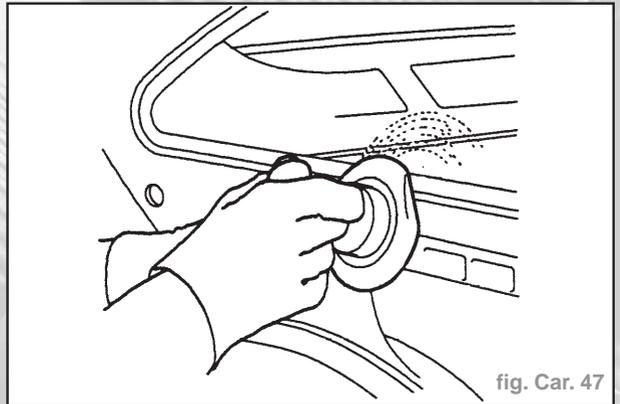

fig. Car. 47
- On peut également utiliser une ponceuse à disque. Redresser les bords du joint existant à l'aide d'un bloc de mise en forme et d'un marteau (Fig. Car. 47).